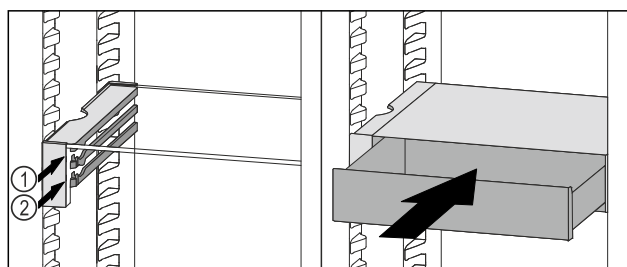

Fig. 101
- VarioSafe-lade achter de stoppers op de gewenste rib Fig. 101 (1) of Fig. 101 (2) plaatsen.